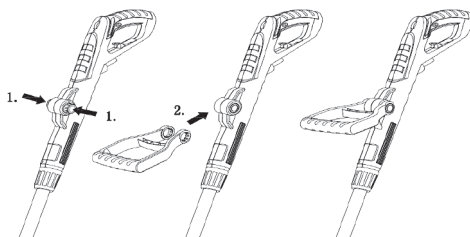

Fig. 2
1. Montaje de la empuñadura auxiliar y ajuste del ángulo. Consulte la Fig.2
- A. Presione los botones de ajuste (6). (paso 1)
- B. Inserte la manija auxiliar (9) en la manija principal (8), luego suelte los botones de ajuste (6). (paso 2)
- C. Presione los botones de ajuste (6) para ajustar el ángulo de la manija auxiliar a la posición preferida.